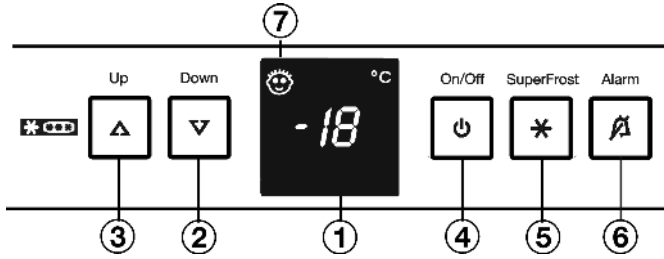

Fig. 2
- ▶ Pulse la tecla On/Off Fig. 2 (4).
- ▶ Activación del modo de ajuste: Pulse la tecla SuperFrost Fig. 2 (5) durante 5 seg.
- ▶ Con la tecla de ajuste Up Fig. 2 (3) o la tecla de ajuste Down Fig. 2 (2), seleccione h.
- ▶ Confirmación: Pulse brevemente la tecla SuperFrost Fig. 2 (5).
- ▶ Ajuste de la indicación con más brillo: Pulse la tecla de ajuste Up Fig. 2 (3).
- ▶ Ajuste de la indicación con menos brillo: Pulse la tecla de ajuste Down Fig. 2 (2).
- ▶ Confirmación: Pulse la tecla SuperFrost Fig. 2 (5).
- ▶ Desactivación del modo de ajuste: Pulse la tecla On/Off Fig. 2 (4).